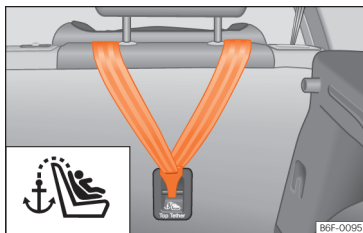
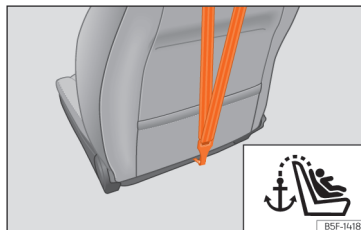

Fig. 42 Parte posterior dos bancos traseiros: argolas de fixação para o cinto Top Tether.
Fig. 43 Parte posterior do encosto do banco do passageiro: fixação para o cinto Top Tether.
- Deslize a correia e fixe-a corretamente na fixação da parte posterior do encosto »» Fig. 42, »» Fig. 43.